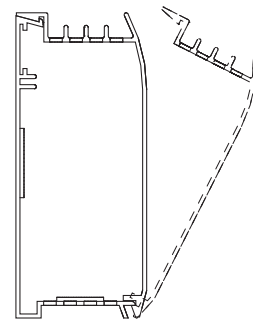

Fig. 5
17. Avant la mise sous tension, assurez-vous que le couvercle avant est bien installé sur le carter arrière, sur toute la longueur du radiateur, voyez le Figure 5. Ne faites pas fonctionner un radiateur sans que son couvercle avant soit en place.
- Remettez en place le couvercle avant en mettant le bord avant inférieur du couvercle sur le bord avant inférieur du carter arrière, et en poussant le couvercle tout droit en arrière pour verrouiller le tout. Voir la Figure 5.
10. Remettez en place les couvercles frontaux en suivant l'étape 10 de l'installation d'unité unique (Voir la Figure 5).
5. Remettez en place le couvercle avant comme montré en figure 5, en vous assurant qu'il est bien verrouillé en place sur toute la longueur du radiateur. Rétablissez l'alimentation du radiateur et vérifiez son bon